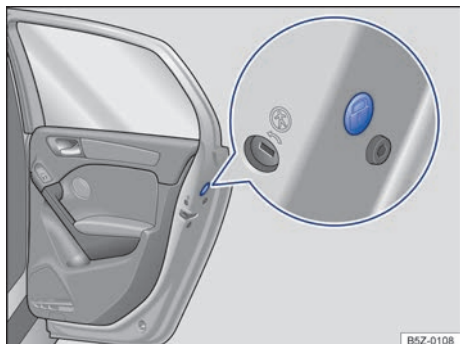

Fig. 153 En la puerta trasera: cierre de emergencia, cubierto por una junta de goma.
- Quite la junta de goma ubicada en el lateral de la puerta. La junta está identificada con un candado  ⇒ fig. 153.